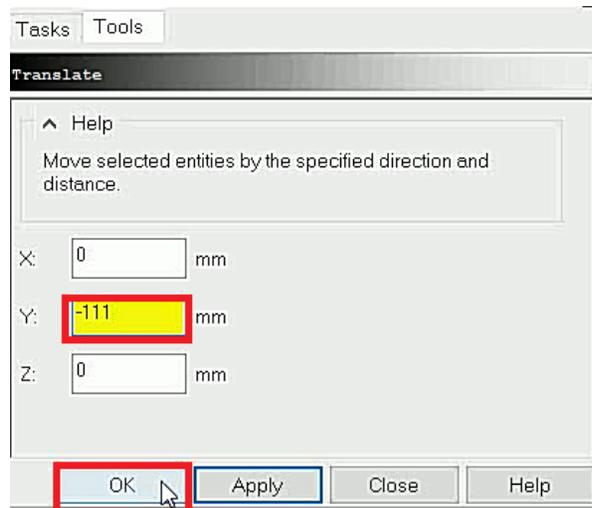

Figura 6.51 Coordenadas de la pieza.
- Mover la pieza en Y= -111 (Figura 6.51).